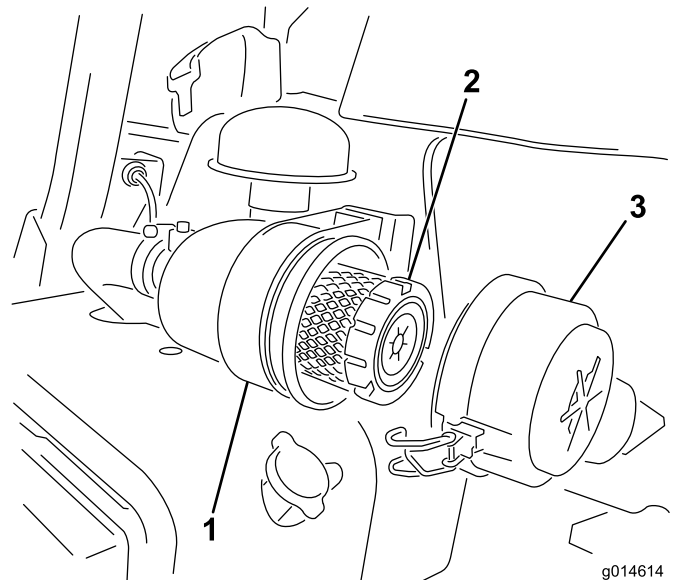

Figura 46
1. Rilasciate i fermi che fissano il coperchio del filtro dell'aria al relativo corpo (Figura 46).
6. Fissate i fermi (Figura 46).